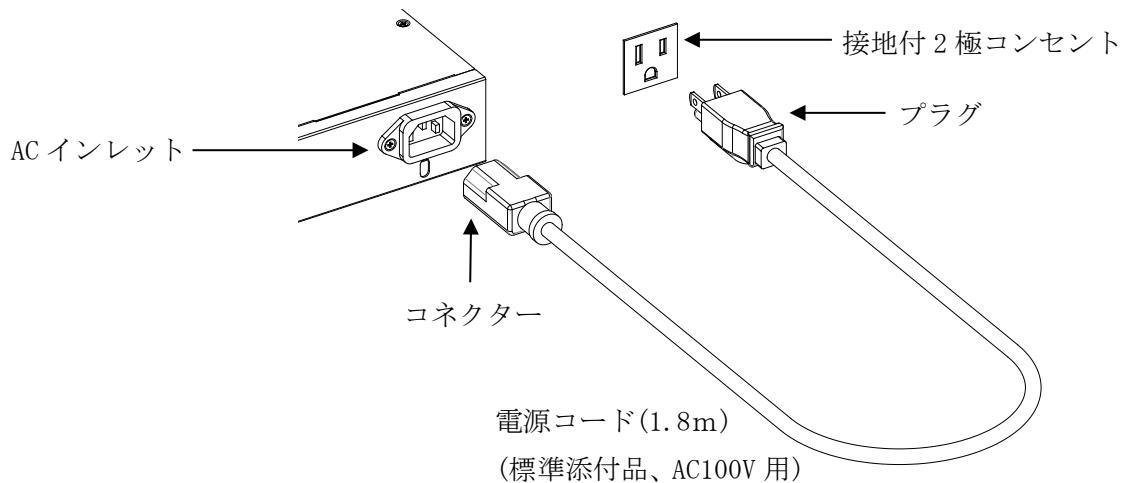

図 3-29 AC 電源の接続方法
(5) AC 電源コードストッパーを装置から取り外す場合は、AC 電源コードストッパーを 90° 回転させて引き抜いてください。 (図 3-29 参照)